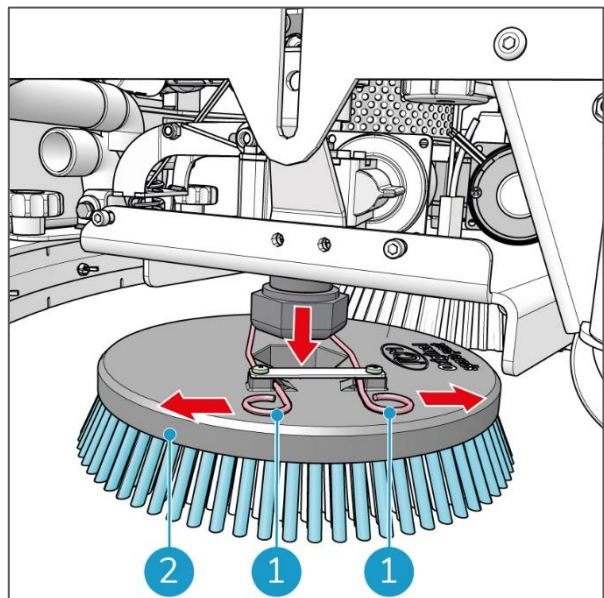

Figura 41
5. Spingere le due molle (Figura 41, pos 1) completamente verso l'esterno finché non si bloccano in posizione, dietro le camme. A questo punto il morsetto viene rilasciato.
6. Rimuovere con cautela la spazzola a disco (Figura 41, pos 2).